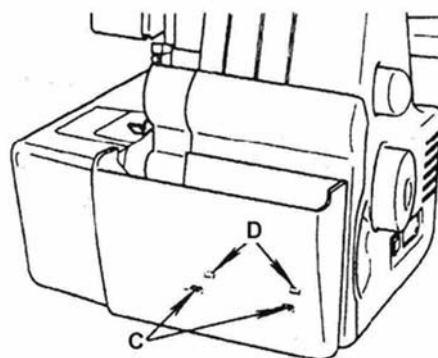

Bild 7
- För sedan in de två övriga arreteringarna (C) i fästhålen (D) (bild 7).